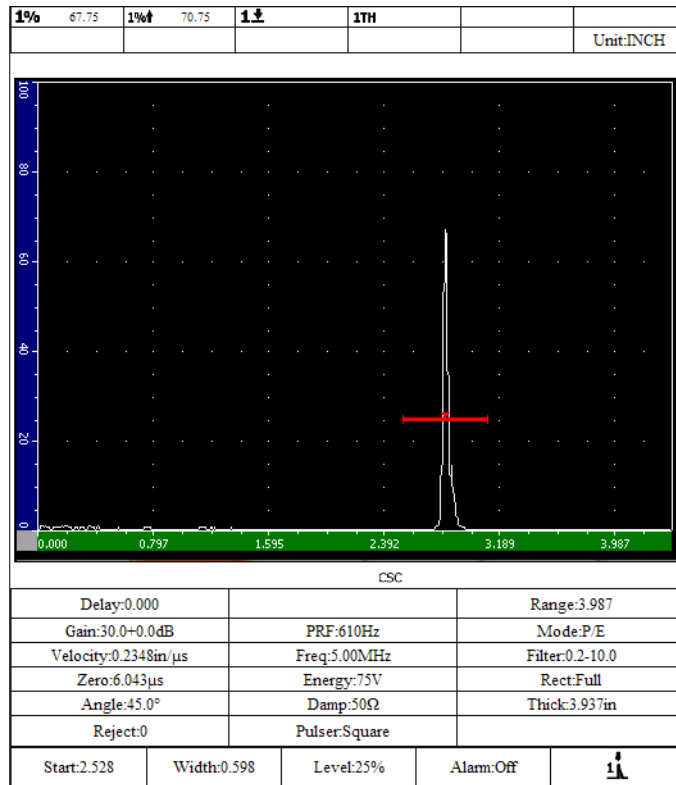

Figure 10-8 Exemple de rapport
8. Appuyez sur les touches [**2nd F**], [**RECALL SETUP**] (**PRINT**) pour imprimer le rapport sur l'imprimante définie à l'étape 6 (voir l'exemple de rapport dans la Figure 10-8 à la page 193).